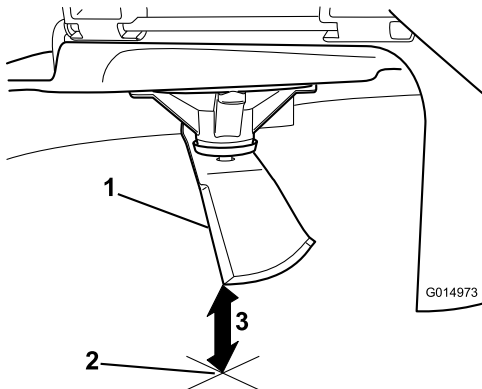

Figure 76
3. Mesurez la distance entre la pointe de la lame et la surface plane (Figure 76).